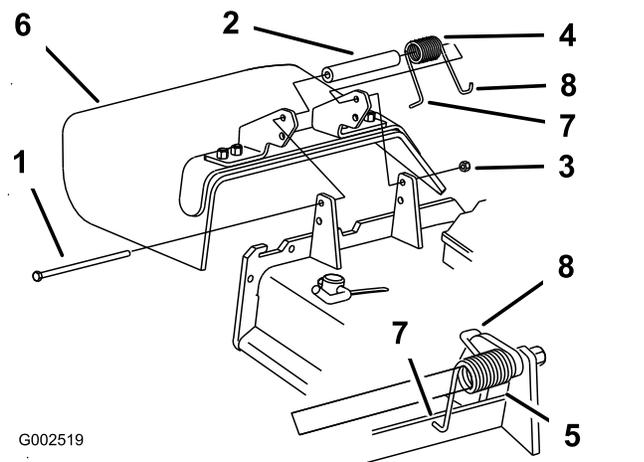

Figura 115
1. Togliete il dado di bloccaggio, il bullone, la molla e il distanziale che fissano il deflettore alle staffe orientabili del tosaerba (Figura 115).
Nota: Verificate che l'estremità a L della molla si trovi dietro il bordo del piatto di taglio prima di montare il bullone, come illustrato nella Figura 115
5. Infilate l'estremità a gancio J della molla attorno al deflettore di sfalcio (Figura 115).